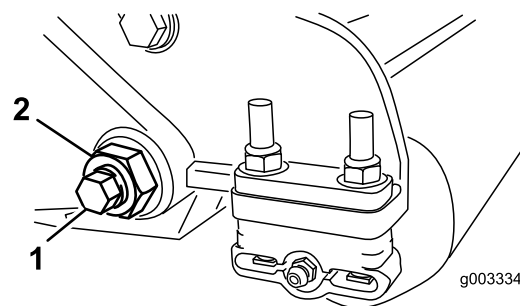
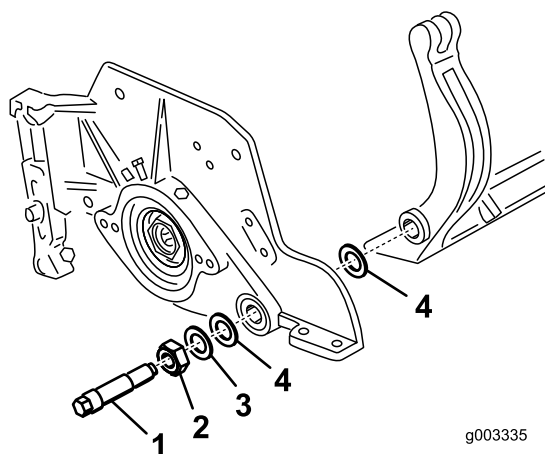
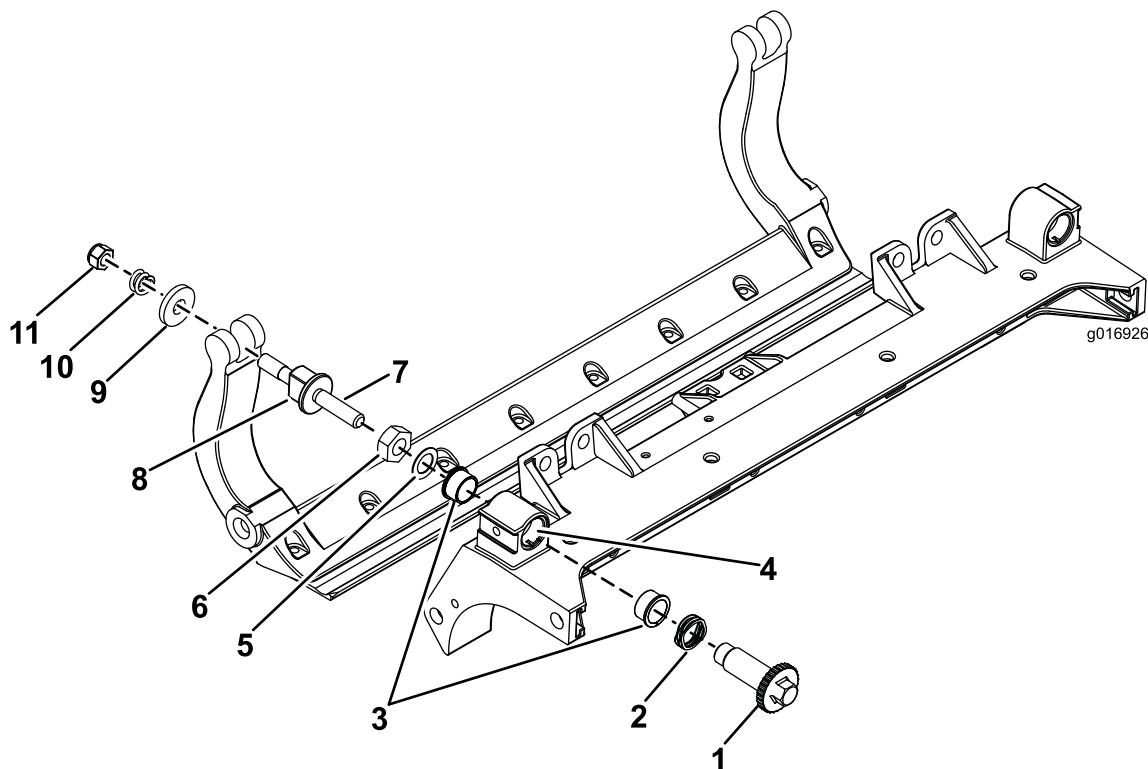

図 34
図 35
図 37
- ベッドバー・ボルト (図 34) を固定しているロックナット (機体両側) をゆるめる。
- 各ベッドバー・ボルトを抜いて、ベッドバーを下に引き抜いて外す (図 34)。ベッドバーの両端にナイロンワッシャーとスチールワッシャーが2枚ずつあるので注意する (図 35)。
- ベッド・バー・ボルト (とボルトについているナット) とワッシャー6枚で、ベッド・バーを各サイド・プレートに固定する。ナイロン・ワッシャーはサイド・プレートの両側のボスに嵌め込む。その外側からスチール製ワッシャーを取り付ける (図 35)。ベッドバー・ボルトを 27-33 (37-45 N-m = 4.6-1.7 kg.m) にトルク締めする。左右の遊びが完全になくなって外側のスチール製ワッシャーが回らなくなるまで (ただし決して締めすぎになったりサイド・プレートが変形したりしていな
1. 全部のパーツを取り外す (HD DPA キット (モデル 120-7230) の 取り付け要領書 および 図 37を参照)。
3. フランジブッシュのキーとフレームのキー溝を揃えて、ブッシュを挿入する (図 37)。
4. アジャスタシャフトにウェーブワッシャを通し、アジャスタシャフトをカッティングユニットのフレームのフランジブッシュに通す (図 37)。
5. 平ワッシャとロックナットでアジャスタシャフトを固定する (図 37)。ロックナットを 15-20 ft-lb (20-27 Nm=2.1-2.8 kg.m) にトルク締めする。
9. ベッドバーボルト（とボルトについているナット）とワッシャ6枚で、ベッドバーを各サイドプレートに固定する。ナイロンワッシャはサイド・プレートの両側のボスに嵌め込む。その外側からスチール製ワッシャを取り付ける（図 37）。ベッドバーボルトを 27-33 ft.-lb（37-45 N-m = 4.6-1.7 kg.m）にトルク締めする。左右の遊びが完全になくなって外側のスチール製ワッシャが回らなくなるまで（ただし決して締めすぎになったりサイド・プレートが変形したりしていない）ロックナットを締め付ける。内側のワッシャには遊びがあってよい（図 35）。